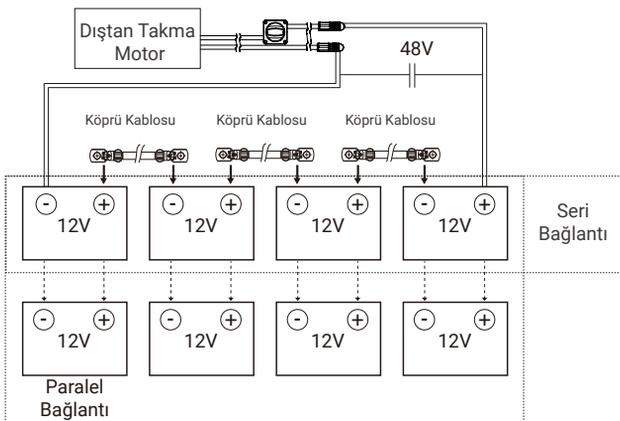

Abb. 4-3
Wie in Abbildung 4-3 dargestellt, vier 12-V-Batterien mit Verbindungskabeln in Reihe schalten. Dadurch einen 48-V-Batteriesatz für die Spannungsversorgung des Navy Evo Außenborders herstellen. Das mit + bezeichnete Verbindungskabel des Hauptschalters muss an den Pluspol der Batterie angeschlossen werden. Das zweite Kabel mit dem Minuspol der Batterie verbinden.
-  Die Polarität darf niemals vertauscht werden. Bei der Reihen- oder Parallelschaltung der Batterien besondere Vorsicht wahren. Nach der Arbeit die Schaltung noch einmal gemäß Abbildung 4-3 kontrollieren.